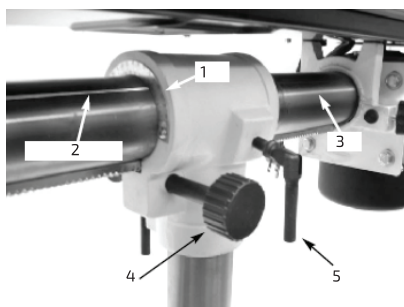

Рис. 13. Головка в сборе с правой стороны
Для поворота головки вокруг стойки ослабить зажимную рукоятку для защиты от поворота головки (7). Повернуть ее в требуемое положение и затянуть рукоятку (рис. 13, 14).